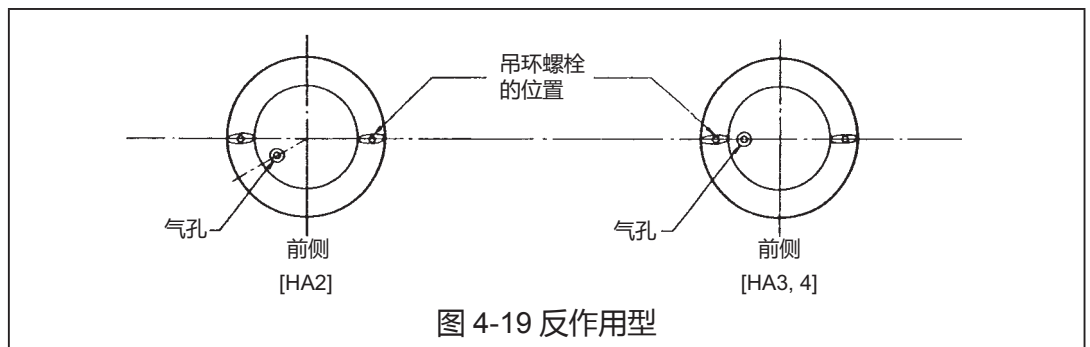

图 4-19 反作用型
- (5) 放置上膜片盖，然后用一对吊环螺栓对其进行固定。将气孔设定到如图（图 4-19）所示的位置。交替并均匀松开一对吊环螺栓。使用这对吊环螺栓可对弹簧进行初始定位。